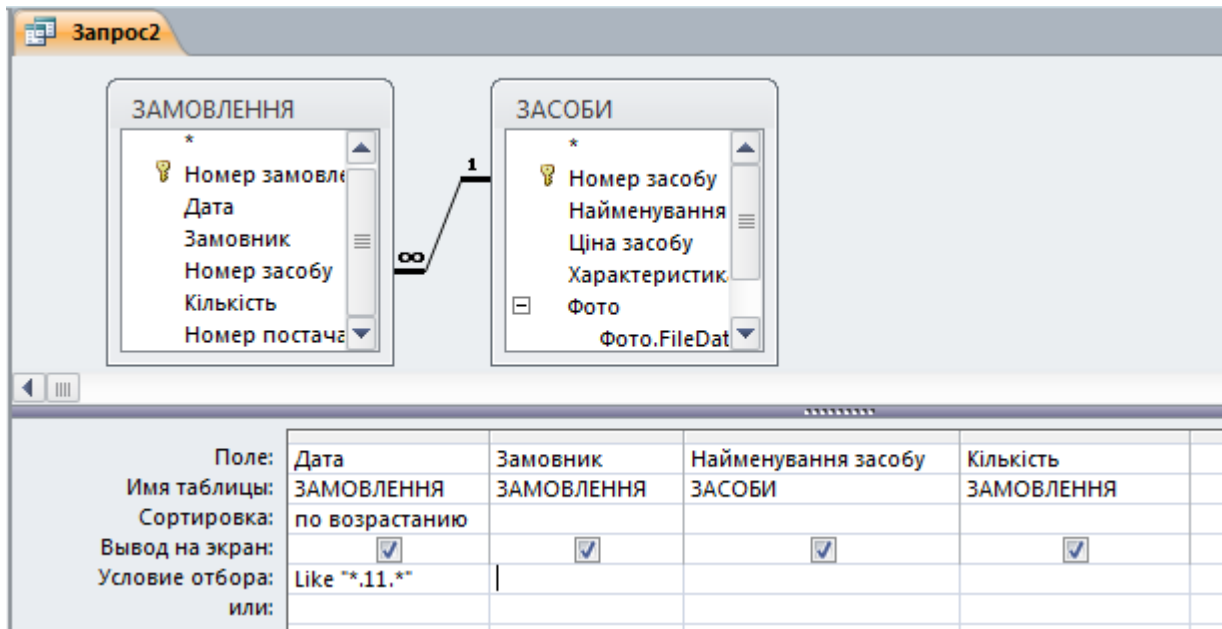

Рис. 4.22 – Структура запити *Замовлення\_листопад* у вікні Конструктора
5. У рядку **Сортировка** для поля **Дата** зі списку, що розкривається вибрати характер сортування – **по возрастанию** (рис. 4.22).